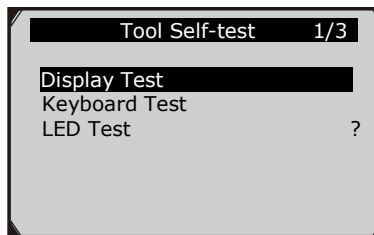

Рис. 3.9
- 2) Выбрать **Display Test** в меню **Tool Self-test** и нажать кнопку **ОК** для запуска теста (рис. 3.9).